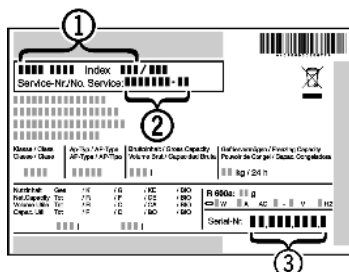

Fig. 17
- ▶ Identificați denumirea aparatului Fig. 17 (1), numărul de service Fig. 17 (2) și numărul de serie Fig. 17 (3) pe marca de fabricație. Marca de fabricație se află pe partea stângă în interiorul aparatului.
- ▶ Informați serviciul de asistență a clienților și comunicați tipul defecțiunii, denumirea aparatului Fig. 17 (1), numărul de service Fig. 17 (2) și numărul de serie Fig. 17 (3).